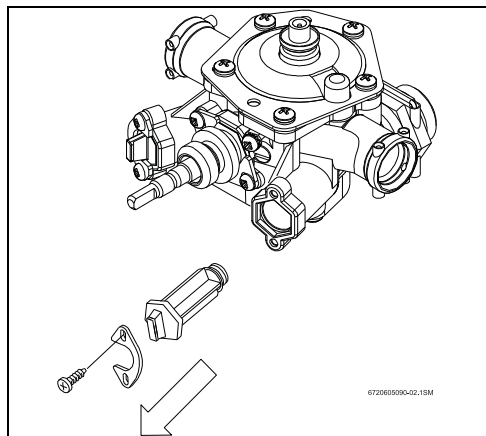

Fig. 2
- Desserrer les fixations pour les faux bouchons sur la robinetterie d'eau. Enlever les faux bouchons pour eau froide et eau chaude de la robinetterie d'eau (voir Fig. 2).